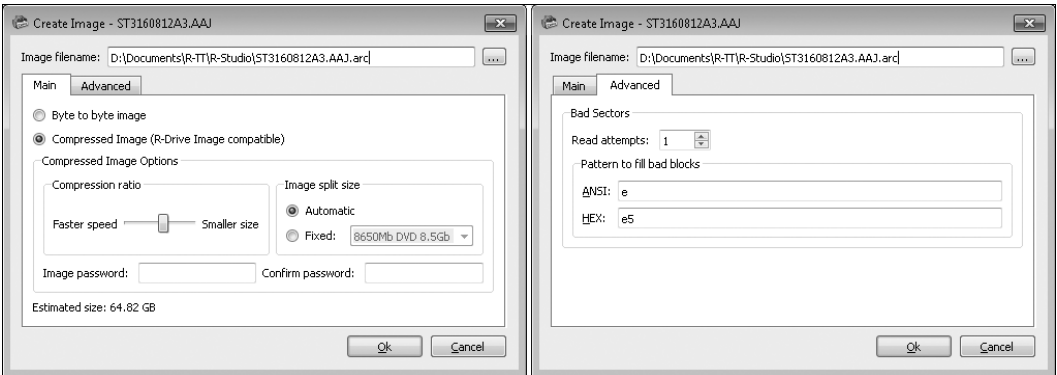

Рис. 5.11. Диалоговое окно создания образов
3. Вызовите команду меню **Drive | Create Image** (Диск | Создать образ) либо нажмите кнопку **Create Image** (Создать образ) на панели инструментов. Откроется диалоговое окно создания образов (рис. 5.11).